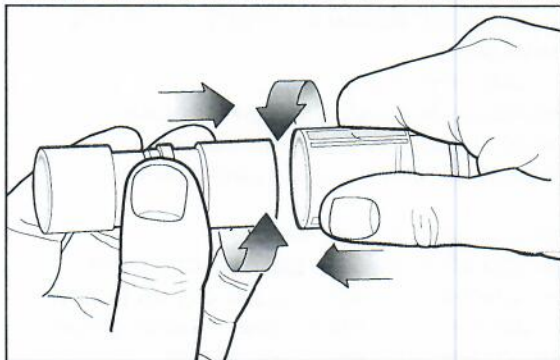

Рисунок 1.
Присоедините коннекторы шлангов дыхательного контура к патрубкам (отверстиям) вдоха и выдоха аппарата - при подсоединении используйте приём «дави-крути». (рис.1). Если применимо, снимите красный пылезащитный колпачок с Y-образного элемента дыхательного контура.
1. Надежно присоедините дыхательный мешок к дыхательному контуру - при подсоединении используйте приём «дави-крути» (рис. 1).
3. Подсоедините-отсоедините конусные соединения дыхательного контура к конусным соединениям аппаратуры приемом «дави-крути» (рис. 1).